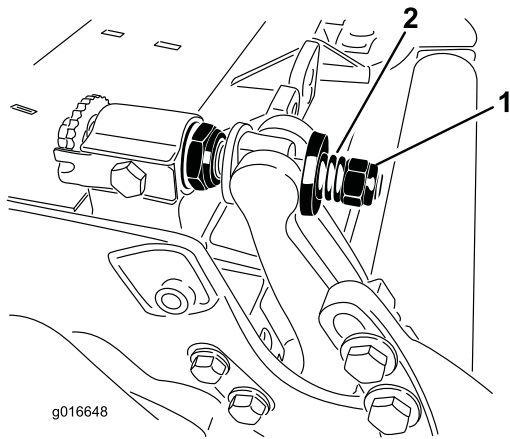

Figura 29
3. Serrate il dado di tensione della molla finché la molla non si piegherà, quindi allentate di 1/2 giro (Figura 29).